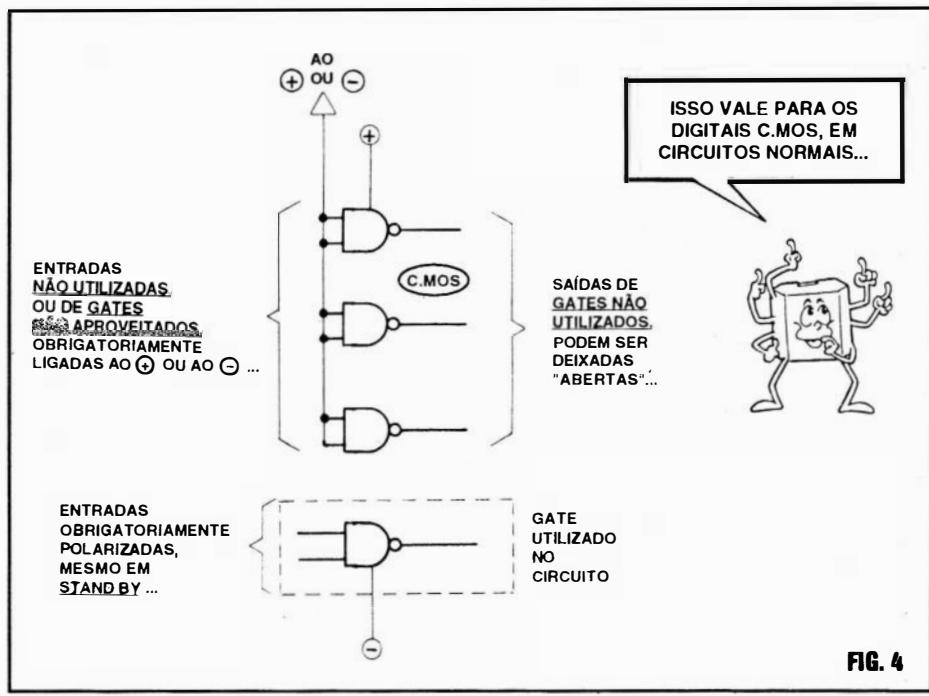

FIG. 4
- FIG. 4 - OS CUIDADOS COM AS ENTRADAS C.MOS, NA CONCEPÇÃO DOS CIRCUITOS - Esse assunto foi mencionado na parte Teórica da presente "Aula", mas vale ampliá-lo, pela importância que tem, em termos práticos... Justamente pela elevadíssima impedância já atribuída às Entradas C.MOS (e bota "elevadíssima" nisso...) se uma dessas ditas Entradas ficar "soltá", "áerea", sem conexões, num circuito, tudo se passará (eletricamente falando...) como se ela estivesse ligada a um